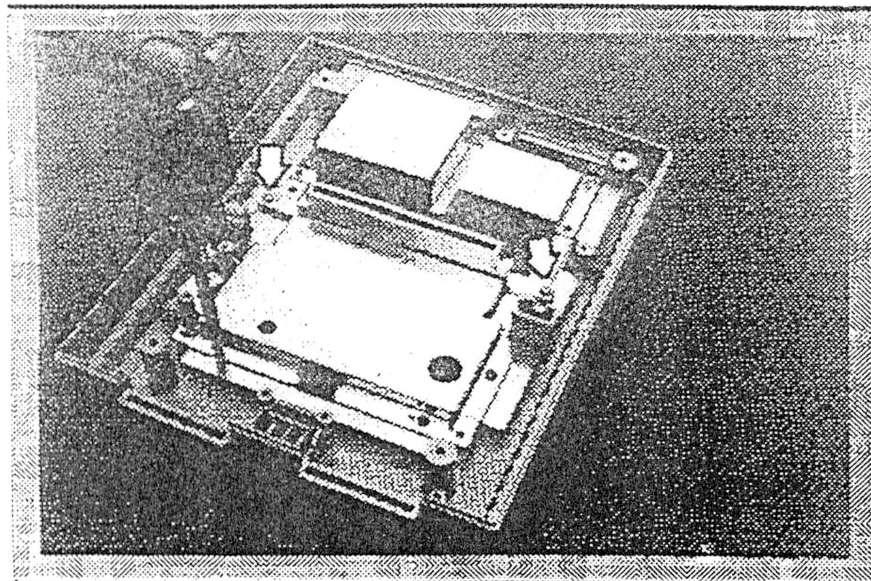
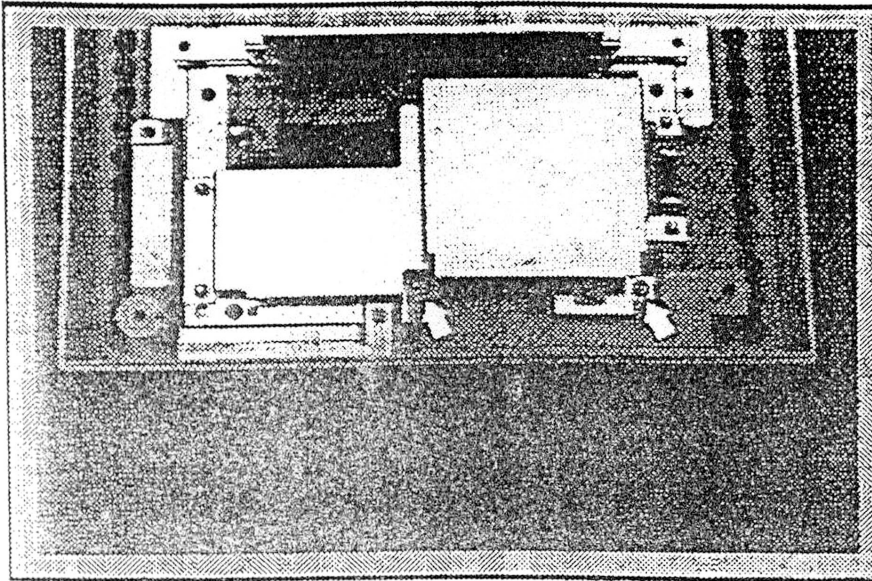

Fig. 11
Fig. 13
6. **Remoção da Blindagem Superior:** Remova os seis (6) parafusos da blindagem superior (Fig. 11) e remova a blindagem superior do Console. A maior parte do PCB deverá ficar visível nesse momento. Remova os 3 (três) parafusos restantes existentes na parte traseira da unidade (Fig. 13).